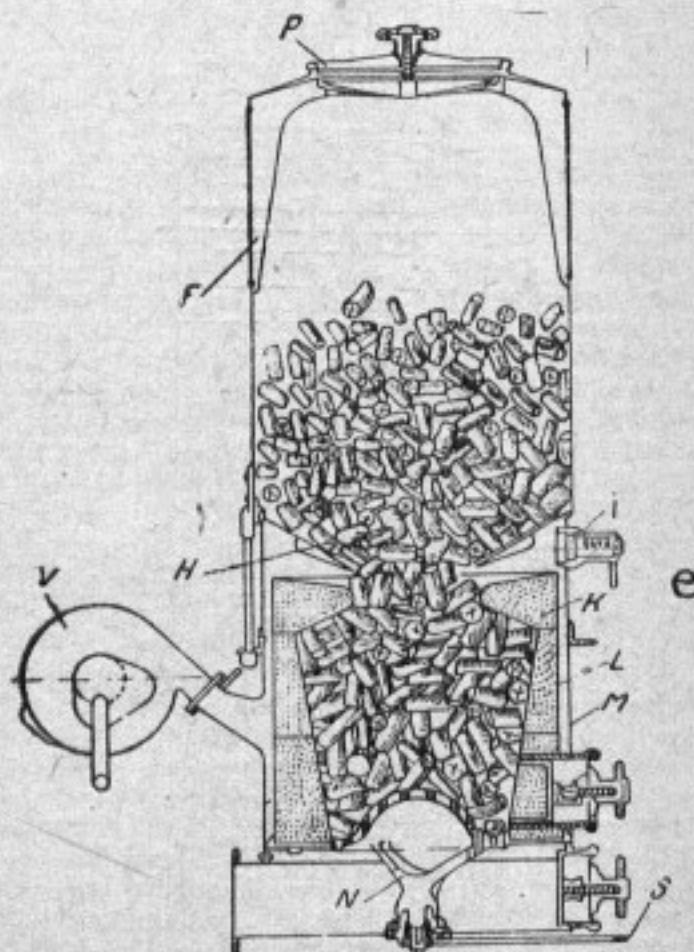

Рис. 1. Газогенератор Панар-Левассор
Газогенератор «Панар» (рис. 1) состоит из двух частей: верхней — бункера (F) и нижней — топливника (K). Нижняя часть газогенератора состоит из двух концентрических кожухов L и M, окружающих керамический топливник и образующих между собой кольцевой зазор для прохода воздуха. Топливник снизу замыкается подвижной колосниковой решеткой, встряхиваемой с помощью рукоятки S, выведенной наружу корпуса. На внешней кольцевой оболочке топливника установлен вентилятор V для розжига газогенератора, приводимый в движение электромотором, соединенным с аккумуляторной батареей, или от руки.